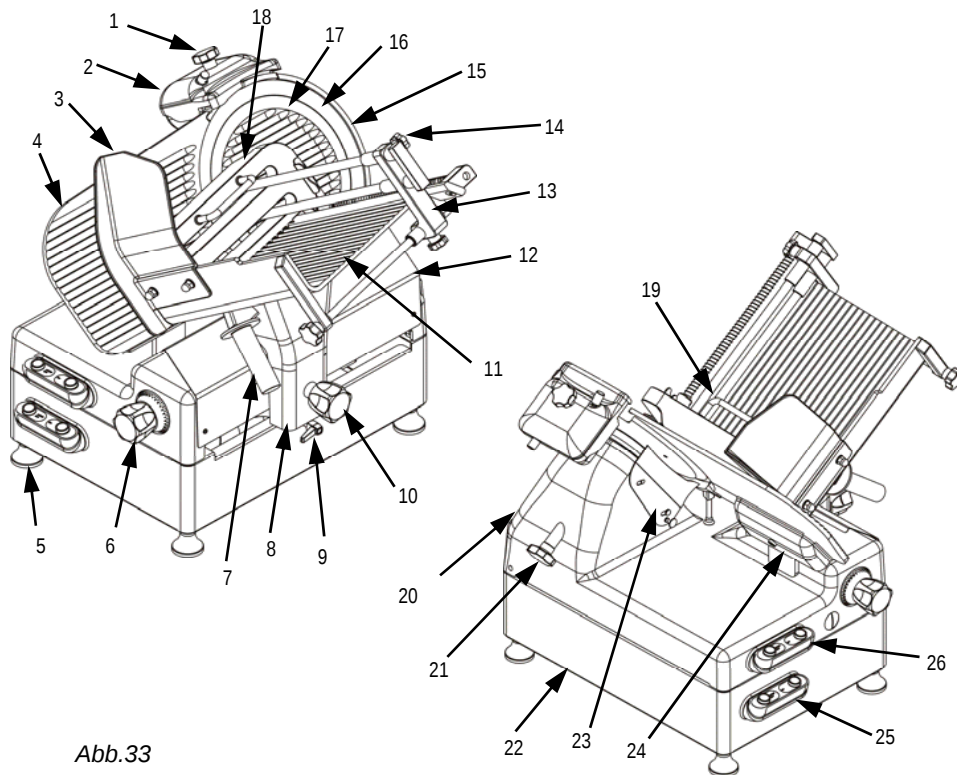

Abb.33
- Kontrollieren, dass die Maschine ausschaltet, wenn man den Zugstab der Schneideblattabdeckung (Abb.33) lockert.
- Prüfen, ob bei Ausschrauben des Messerschutzes die Maschine ihren Betrieb aussetzt (Abb. 33).